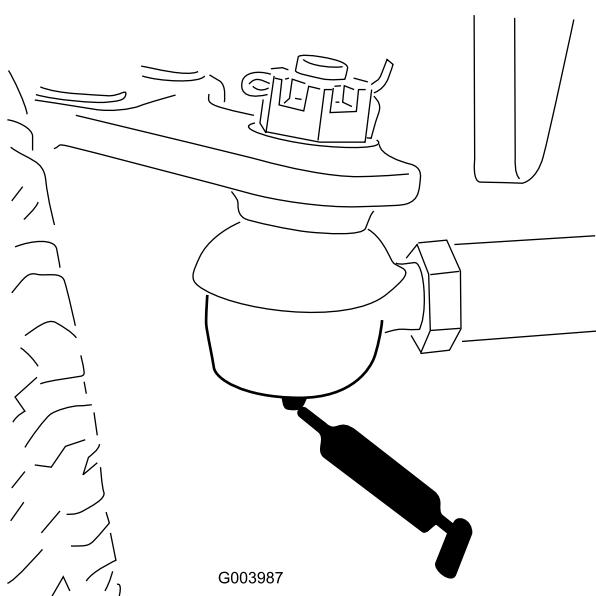

Figure 42
- Biellette d'essieu arrière (2) (Figure 42).